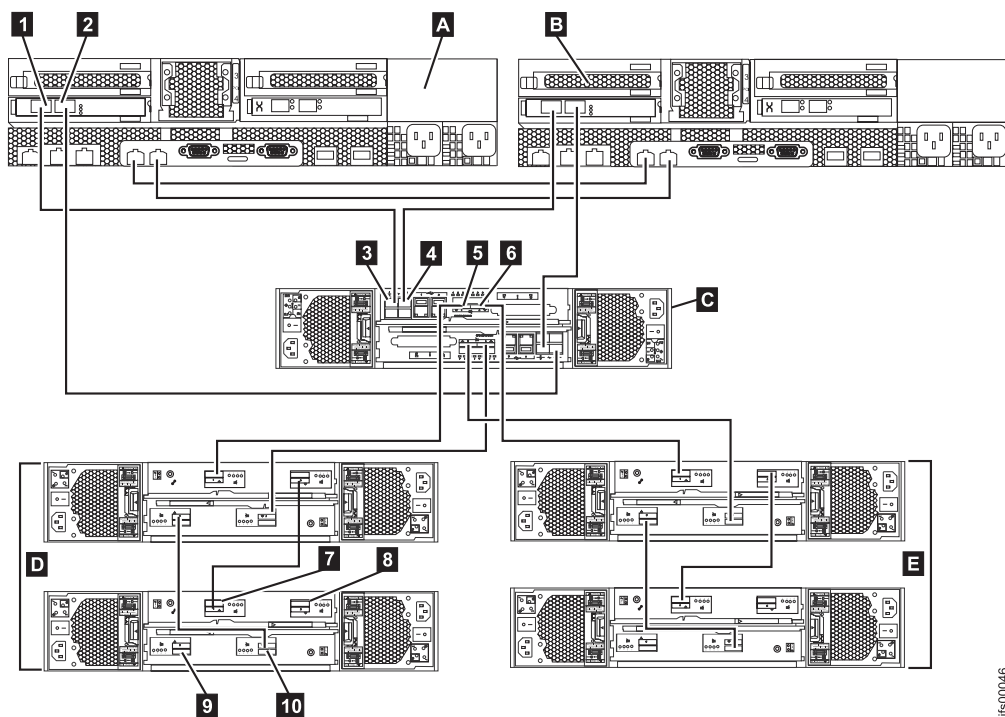

Figure 31. Connexions de câblage internes entre les modules de fichiers (A & B), le boîtier de commande (C) et les boîtiers d'extension (D & E).
Le tableau qui suit renvoie à la figure 31, à la page 30.
1. Revoyez le tableau 2, à la page 31 et les figures avant de connecter les câbles SAS. Le tableau qui suit renvoie à la figure 31.